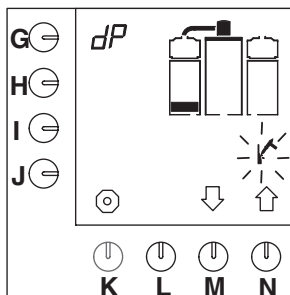

Fig. 20 Premier niveau du programme de détartrage du système de filtration
- Enlevez le bouchon de l'orifice de remplissage pour la solution de détartrage (B).
- Le premier bloc du niveau s'affiche sur l'écran de contrôle et le symbole représentant un marteau clignote (fig.20).